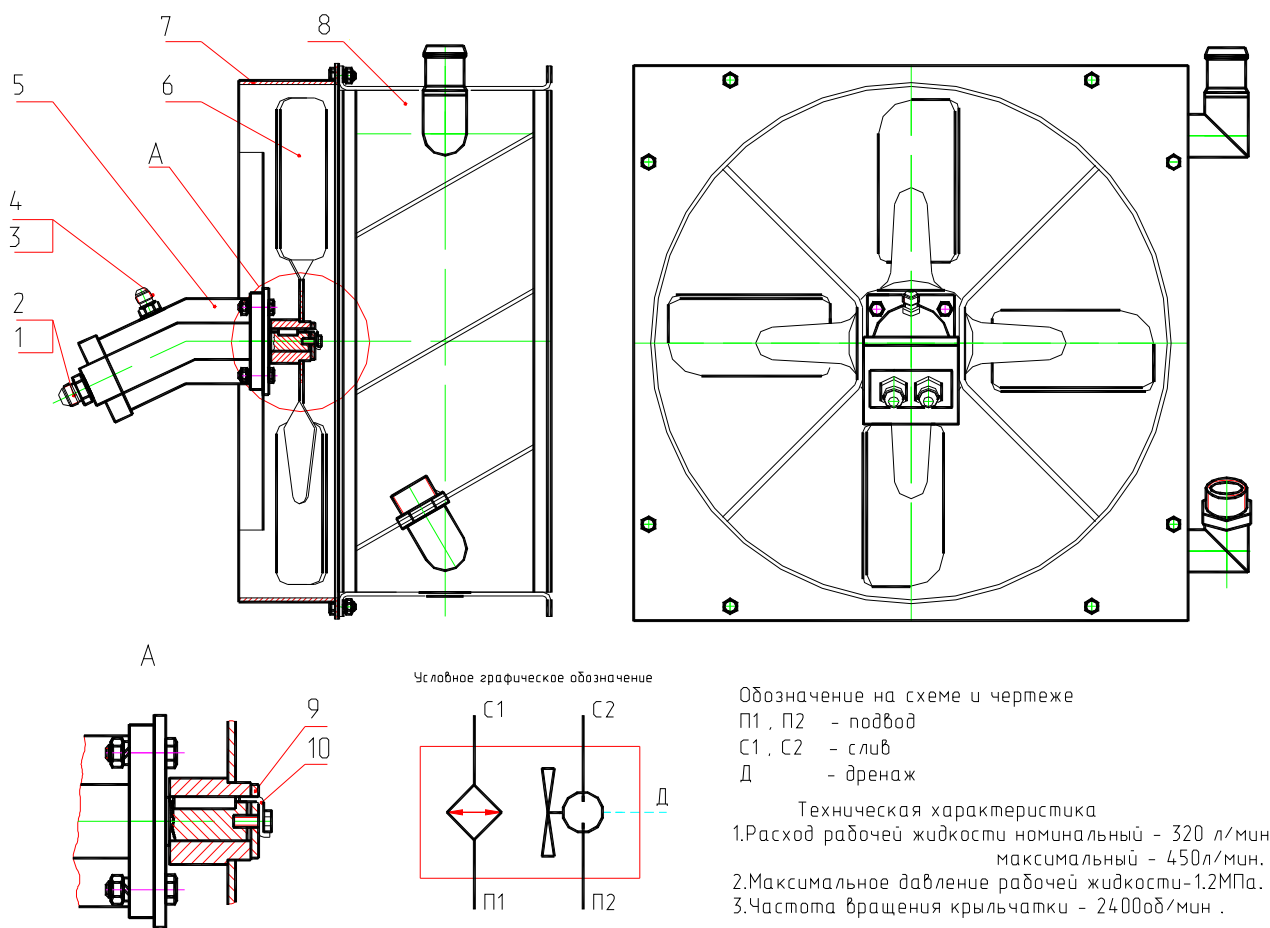

Рис. 56 Маслоохладительная установка
18. МАСЛООХЛАДИТЕЛЬНАЯ УСТАНОВКА (рис. 56)